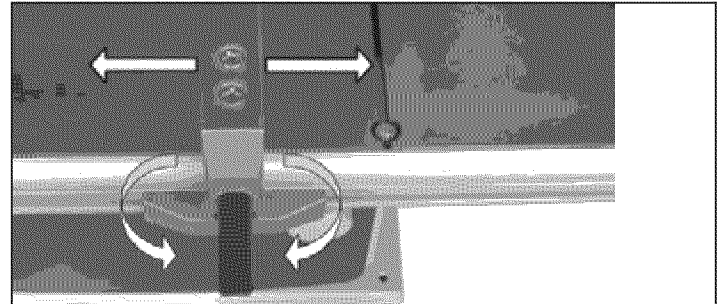

Figura 21 – Ajuste del Reborde para Aserrar a lo Largo
- Gire la manivela del reborde hacia la derecha para aumentar la presión de sujeción, y hacia la izquierda para reducirla (véase la Figura 21).
- Después de girar la manivela del reborde hacia la izquierda, deslice el reborde para aserrar a lo largo a la posición deseada en el riel de guía (véase la Figura 21).